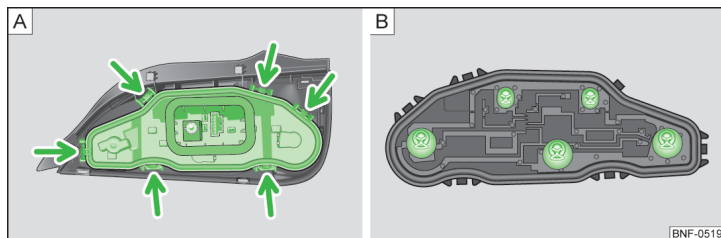

Fig. 135 Udskiftning af pærer
- Frigør pæreholderen » Fig. 135 - A, og tag holderen ud af lygten.